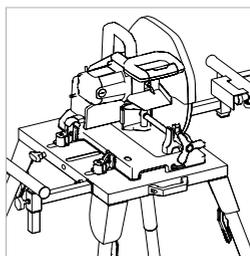

Fig. 20
**Remarque :** Lorsque vous fixez votre scie à tronçonner au support, assurez-vous que les pinces mobiles se trouvent bien sur la droite de l'unité centrale lorsque vous la regardez depuis l'avant. **(Fig.20)**